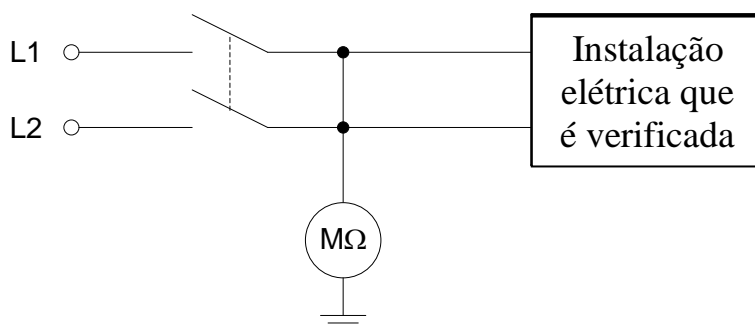

Figura 9 Resistência de isolamento entre a instalação e terra.
- Desliga-se o interruptor geral de alimentação de corrente da instalação e unem-se entre si os condutores de alimentação. A seguir, conecta-se o terminal positivo do megôhmetro ao condutor de terra e o negativo a um dos condutores da instalação, como mostrado na figura 9. Desta forma mediremos a resistência de isolamento entre o total da instalação e a terra.